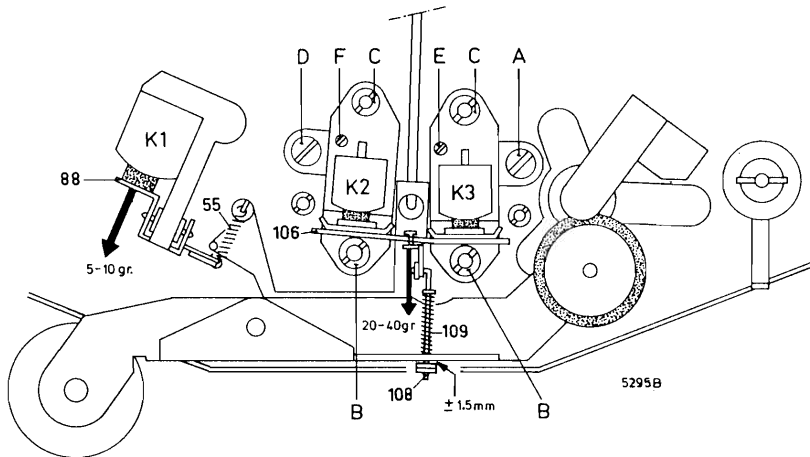

Fig. 3
- Sur les appareils portant la marque WR09/309 et les suivants, les modifications suivantes ont été apportées sur la platine 1 (voir fig. 3):